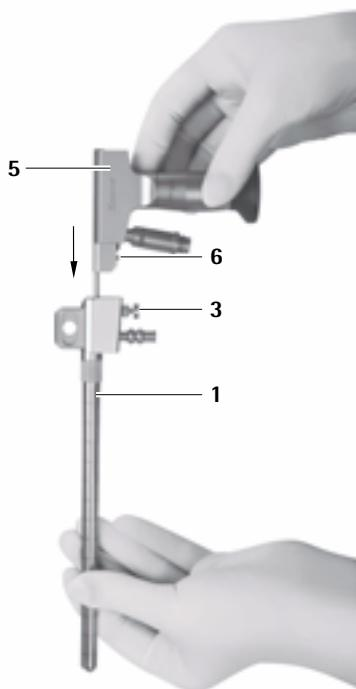

Fig. 2
- Bloquear o endoscópio 5 no trocarte MINOP inVent 1, ver Fig. 2.